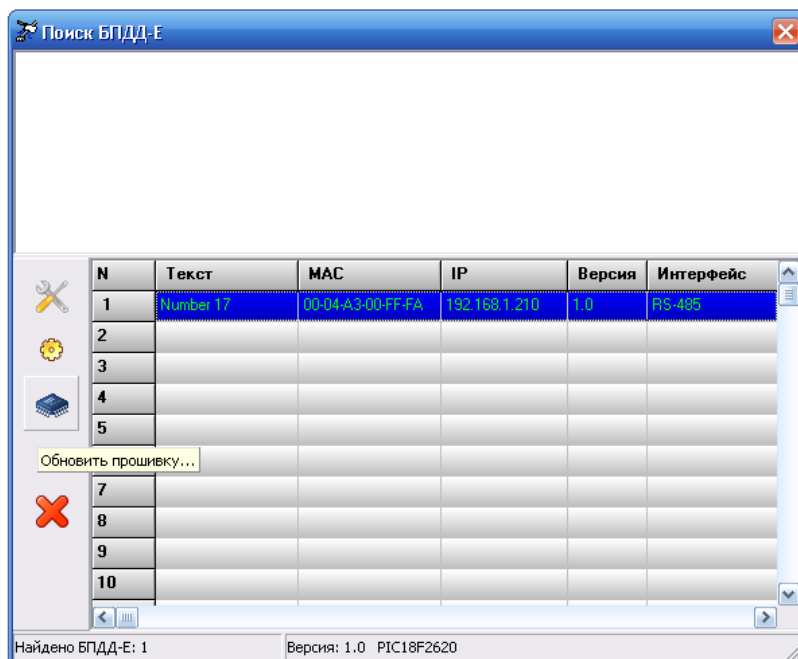

Рисунок 26– Начало обновления программы БПДД-Е
2. Выделить блок БПДД-Е в списке, который требует обновления программного обеспечения, и нажать кнопку «Обновить прошивку» на панели управления в левой части окна (рисунок 26).